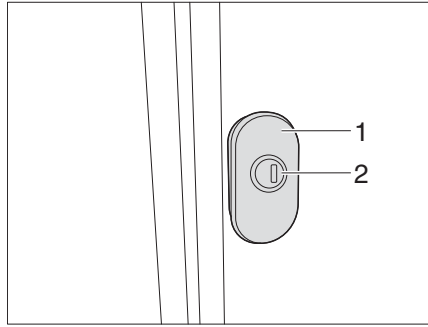
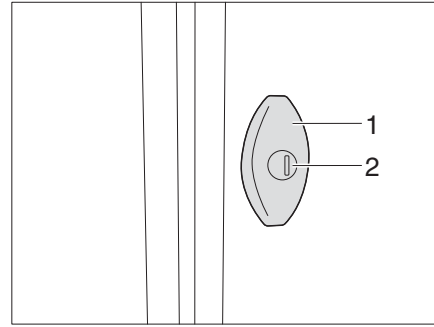

Fig. 50 Serrure pivotante (variante 1)
Fig. 51 Serrure pivotante (variante 2)
- Insérer la clé dans le cylindre de fermeture (Fig. 50/ Fig. 51,1) et la tourner d'un quart de tour. La serrure du portillon est déverrouillée.
- Tirer sur la serrure pivotante (Fig. 50/ Fig. 51,2) et tourner de 180° dans le sens contraire des aiguilles d'une montre. Le portillon extérieur est ouvert.